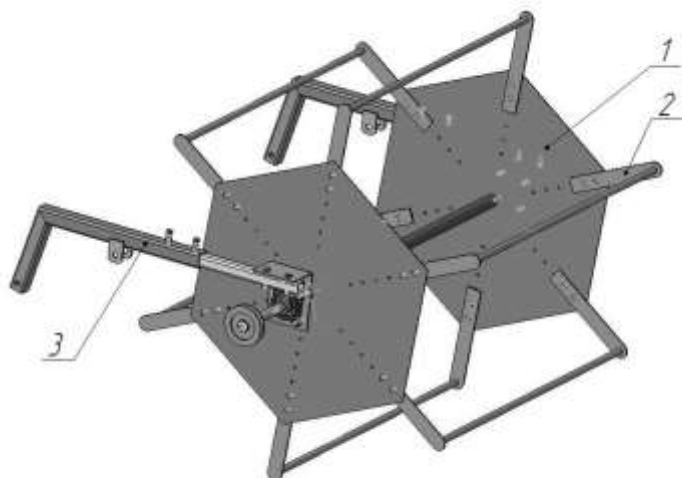

Рисунок 3. Мотовило в сборе
2.4 Мотовило (рис.3) предназначено для наклона стеблей чеснока и подачи его, после среза, к транспортеру. Мотовило состоит из сварного корпуса мотовила – 1, регулируемых перекладин – 2, и кронштейна крепления – 3.